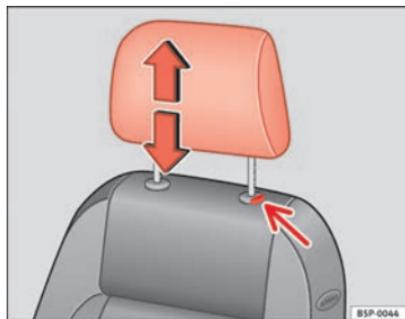

Abb. 68 Kopfstütze einstellen oder ausbauen
- Drücken Sie die Taste ⇒ Abb. 68 (Pfeil).